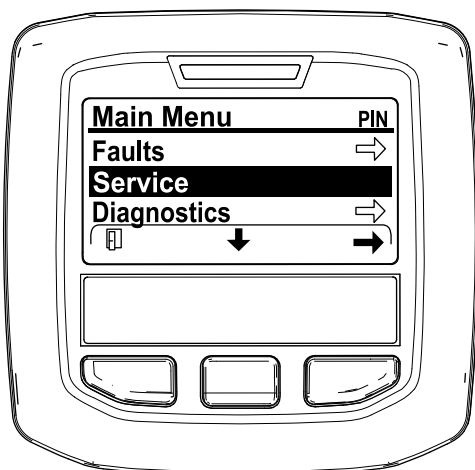

Figura 31
2. Vá até ao MENU PRINCIPAL, prima o botão central para ir até ao MENU DE MANUTENÇÃO e prima o botão direito para selecionar a opção de MANUTENÇÃO (Figura 31).